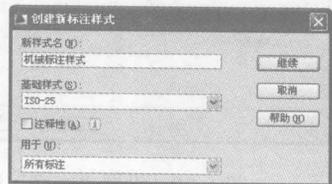

图 1-17 “创建新标注样式”对话框
2) 单击“新建”按钮,弹出如图 1-17 所示的“创建新标注样式”对话框。